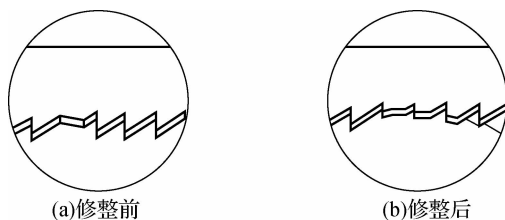

图 3-2 锯条局部齿崩裂后修整
(3) 锯削速度不宜过快,防止加剧锯条的磨损、降低耐用度。
(4) 时刻注意锯缝的平直程度,越早纠偏越好,其实在每一次的锯削中都存在纠偏,只是动作微小,但提高了锯削质量。
(5) 锯条要安装得松紧适当,锯割时不要突然用力过猛,防止工作中锯条折断从锯弓上崩出伤人。
(6) 工件将锯断时,压力要小,避免压力过大使工件突然断开,手向前冲造成事故。一般工件将锯断时,要用左手扶住工件断开部分,避免锯断时掉下砸伤脚。
(7) 当锯条局部几个齿崩裂后,如图 3-2(a)所示,应及时在砂轮机上进行修整,将相邻的 2~3 齿磨低成凹圆状,并把已断的齿部磨光,如图 3-2(b)所示。如不及时处理,会使崩裂齿后面的各齿相继崩裂。